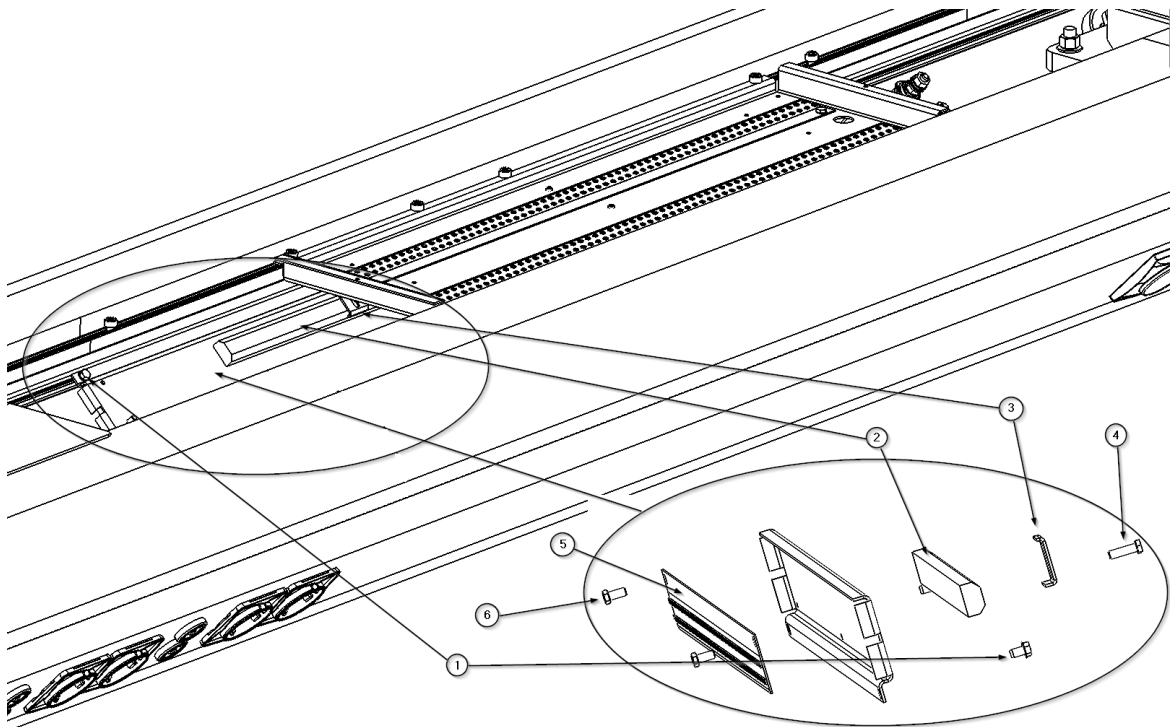

Abb. 5 Austausch der Direktbeleuchtung
- Um die Bremskraft auf die Drehachse zu erhöhen, drehen Sie den Drehbremshebel im Uhrzeigersinn, wie in Abbildung 5 dargestellt.
- Um die Bremskraft auf die Drehachse zu verringern, drehen Sie den Drehbremshebel entgegen dem Uhrzeigersinn, also umgekehrt zu Abbildung 5.
- Um die Bremskraft auf die Translationsachse zu erhöhen, drehen Sie den Drehbremshebel im Uhrzeigersinn, wie in Abbildung 5 dargestellt.
- Um die Bremskraft auf die Verschiebeachse zu verringern, drehen Sie den Drehbremshebel gegen den Uhrzeigersinn, also entgegen der in Abbildung 5 gezeigten Richtung.